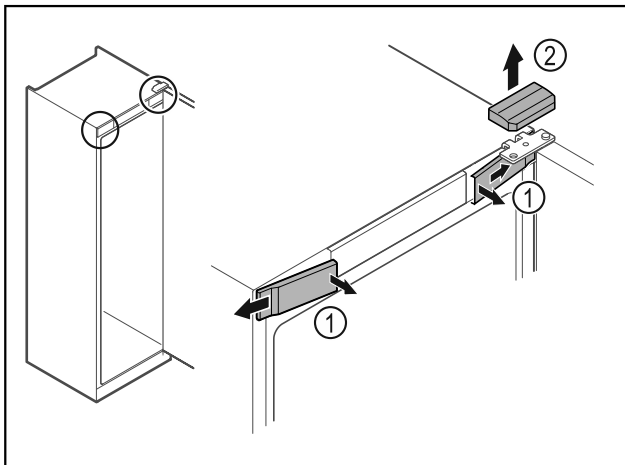

Fig. 8*
- ▶ Deblocați apărătorile frontale din interior Fig. 8 (1) și detașați-le în lateral.*
- ▶ Scoateți în sus Fig. 8 (2) apărătoarea.*